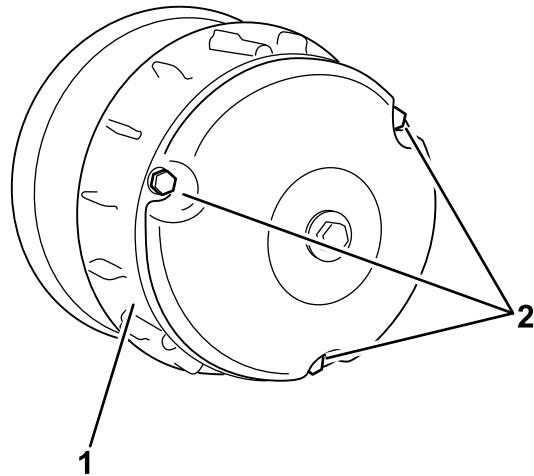

Рисунок 58
- Отверните три болта крепления крышки сцепления и снимите крышку (Рисунок 58).
- Установите крышку сцепления и закрепите ее 3 болтами (Рисунок 58), снятыми при выполнении пункта 2.